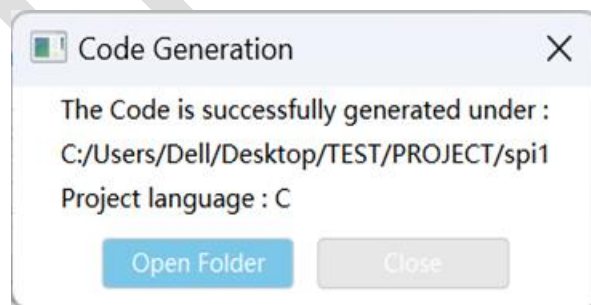

图 6-5 生成代码结束对话框
1. 在生成代码结束对话框中，单击 Open Folder 按钮，打开工程所在目录。（参见图 6-5）